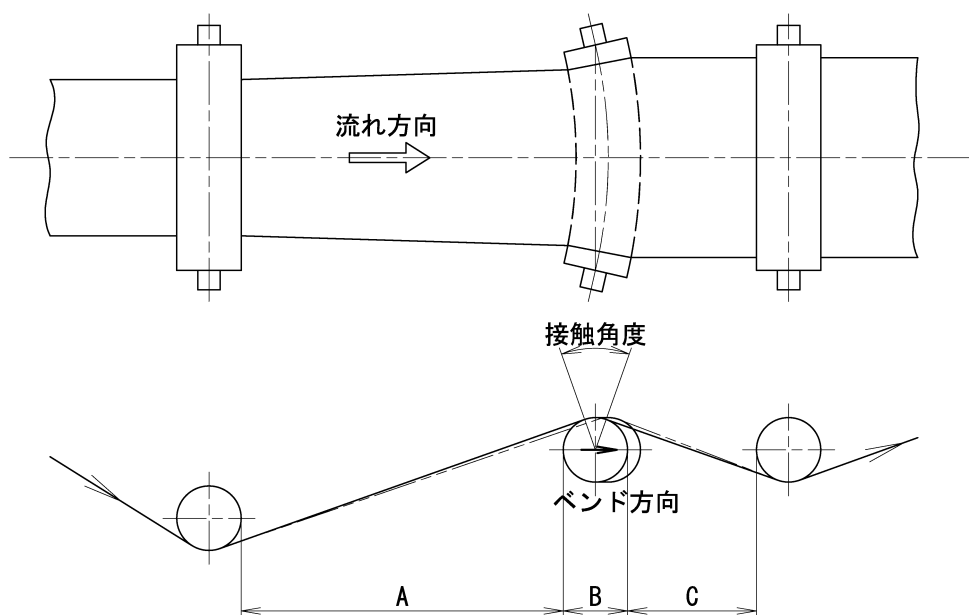
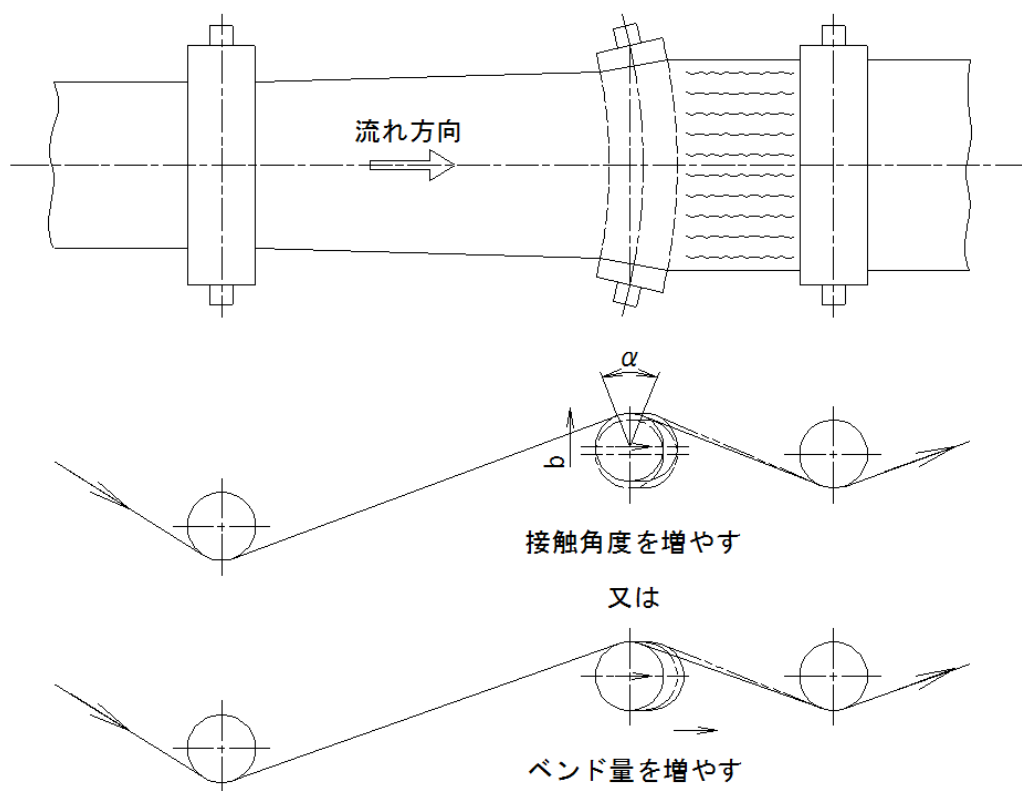

図 1. 取付位置
図 2. 拡幅不足
エキスパンダーロールの下流側にあるロールとの位置関係（図 1.参照）は、近いほど良い効率が得られます。下流側のロールとの距離（図 1.中 C 部）はエキスパンダーロール径の 2.5 倍以内が最適です。上流・下流側のロール位置が遠すぎると、エキスパンダーロール表面を基材/ウェブ（以降、基材とする）が浮き上がり、しわ伸ばし効果が弱くなる傾向があります。
- 図.1 中 A : エクスパンダーロール径の 5 ~ 7.5 倍
基材がエキスパンダーロールに接触している角度(図.2 中  $\alpha$ )を増やすことが、有効です。接触角度を増やすには、エキスパンダーロールの取り付け高さを調整(図.2 中 b 方向へ移動)する方法と、上流・下流側のロール間距離を短く(1 頁図.1 中 A・C を短く)する方法があります。
基材がエキスパンダーロールに接触している角度(図.2 中 )を減らすことが、有効です。接触角度を減らすには、エキスパンダーロールの取り付け高さを調整(図.2 中 c 方向へ移動)する方法と、上流・下流側のロール間距離を長く(1 頁図.1 中 A・C を長く)する方法があります。